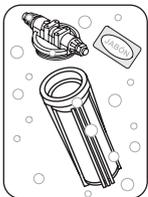

Fig. 27
- e) Lava con agua, jabón y esponja el vaso y la tapa. (Ver Fig. 27).